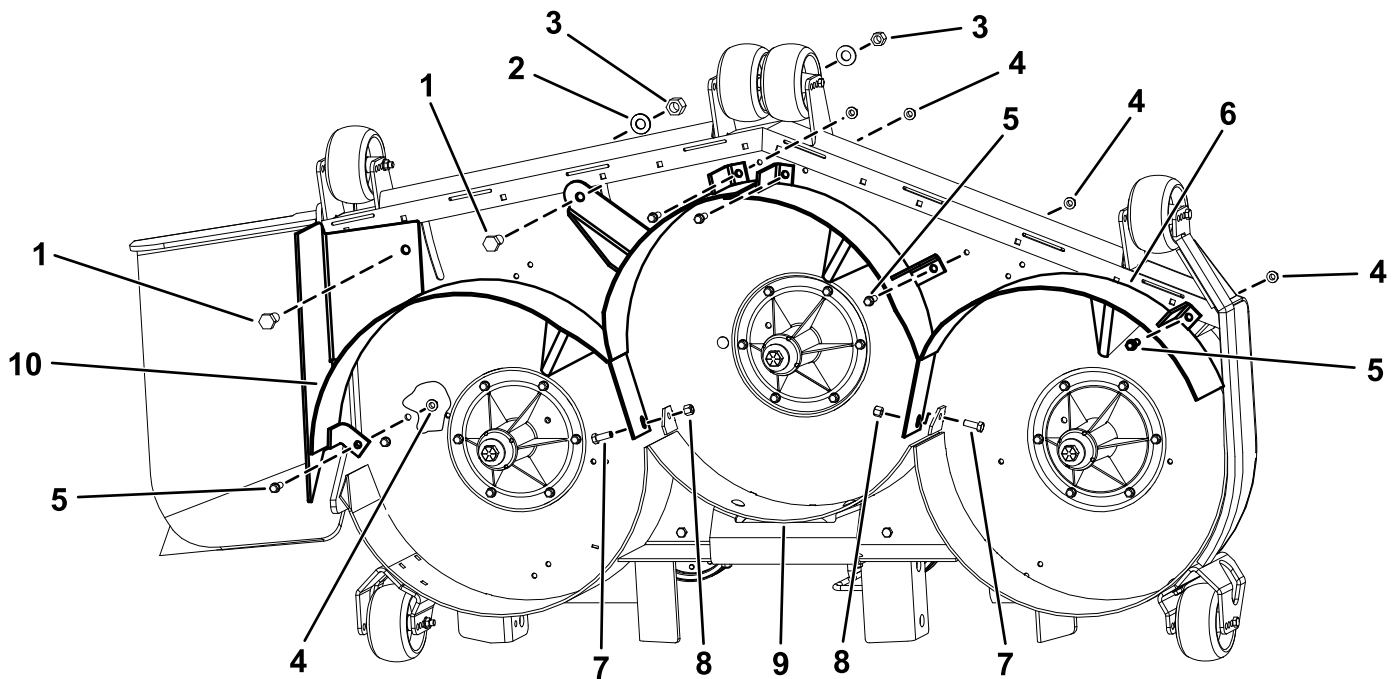

Figura 3
1. Montate il deflettore destro sul piatto (Figura 3).
2. Fissate, senza serrare, il deflettore destro sulla parte superiore del piatto di taglio con 2 bulloni ($\frac{1}{2}$ " x 1"), 2 bulloni senza dado ($\frac{3}{8}$ " x 1"), 2 dadi ($\frac{1}{2}$ "), 2 rondelle ($\frac{1}{2}$ ") e 2 dadi flangiati ($\frac{3}{8}$ ") come illustrato nella Figura 3.
3. Fissate senza serrare il deflettore destro al deflettore posteriore utilizzando 1 bullone ($\frac{3}{8}$ " x 1") e 1 dado ($\frac{3}{8}$ "), come illustrato nella Figura 3.
4. Montate il deflettore sinistro sul piatto (Figura 3).
5. Fissate, senza serrare, il deflettore sinistro sulla parte superiore del piatto di taglio con 3 bulloni senza dado ($\frac{3}{8}$ " x 1") e 3 dadi flangiati ($\frac{3}{8}$ ") come illustrato nella Figura 3.
6. Fissate senza serrare il deflettore sinistro al deflettore posteriore utilizzando 1 bullone ($\frac{3}{8}$ " x 1") e 1 dado ($\frac{3}{8}$ "), come illustrato nella Figura 3.